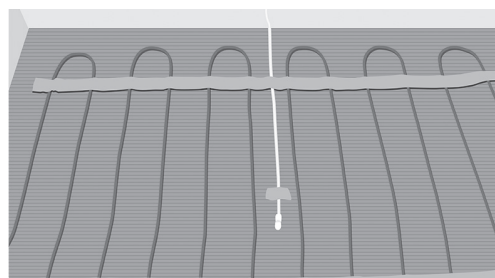

Fig. 9. Plasser rørledningen/sensoren mellom to kabler
12. Plasser og fest ledningsrøret, eventuelt gulvsensoren hvis det ikke er montert noe ledningsrør. Forsegl enden av ledningsrøret. Sørg for å plassere røret/sensoren mellom to varmekabler (fig. 9).